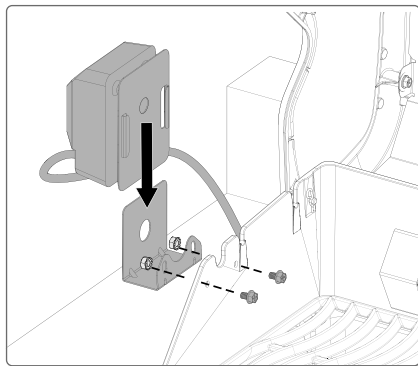

Fig. 3
1. Monteer de draaispit-motor aan de zijkant van de BBQ met behulp van de montagebeugel(s). Sommige modellen hebben een voorgemonteerde beugel **(Afbeelding 3)**.
2. Nadat de beugel aan de BBQ is bevestigd, schuift u de draaispit-motor op de beugel **(Afbeelding 3)**.